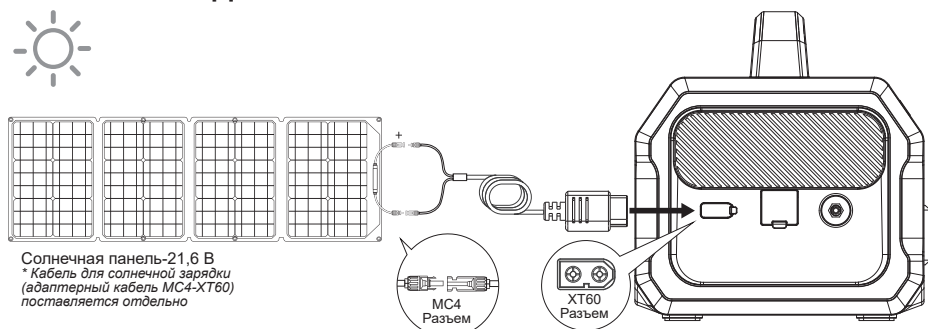

Рис. 1
1. Как показано на Рис. 1, подключите одну солнечную панель (параллельное подключение нескольких солнечных панелей не поддерживается) к нашему солнечному зарядному кабелю MC4-XT60 через разъем MC4, а затем подключите разъем XT60 солнечного зарядного кабеля к разъему XT60 этого изделия для зарядки. Кроме того, можно последовательно подключить до 2 солнечных панелей.